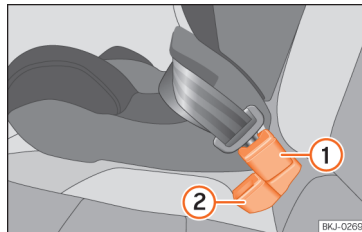

Fig. 40 Posição do fecho do cinto no banco traseiro
- ① Fecho do cinto para o lugar central
- ② Fecho do cinto para o lugar lateral
- Coloque o fecho do cinto do lugar central >>> Fig. 40 ① por trás do fecho do cinto do lugar lateral >>> Fig. 40 ②.
- Engate a lingueta do cinto de segurança do lugar central no fecho do cinto do lugar central >>> Fig. 40 ① até ouvir o encaixe.
- Para que os cintos fiquem corretamente colocados, os fechos não devem estar torcidos >>> Fig. 40